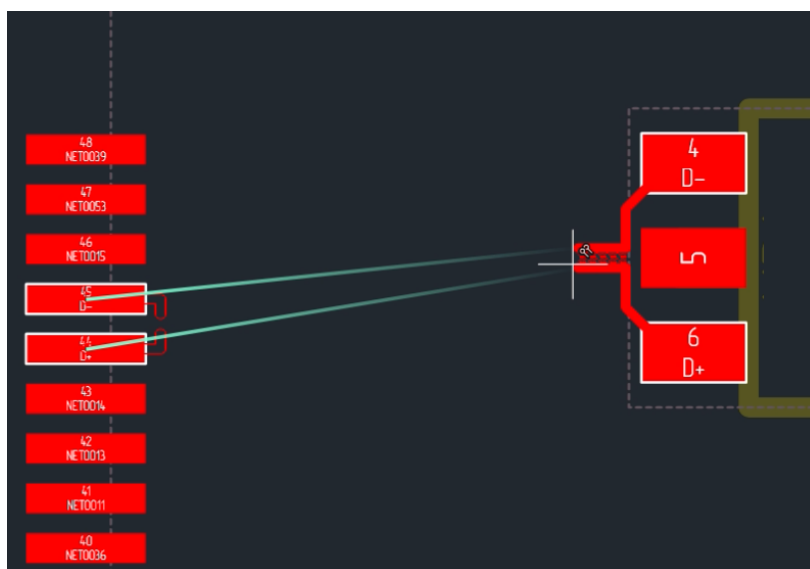

Рис. 336 Определение геометрии схождения
2. Отдельная фиксация геометрии схождения не требуется, см. Рис. 336;